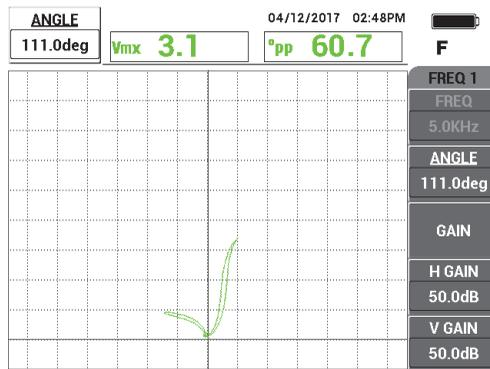

Рис. 5-185 Настройка фазы сигнала
4. Нажмите клавишу ANGLE (◁θ), затем поворачивайте сигнал, пока сигнал от выемки НД не достигнет фазы в 10° (см. Рис. 5-185 на стр. 274).